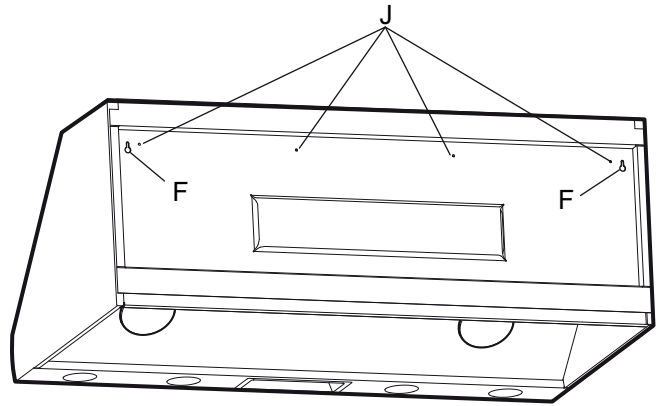

**Figure 14 : Enlevez les deux vis**
1. Enlevez la plaque de la boîte de connexion qui couvre les fils (*Figure 14* à la page 11).
1. Enlevez la plaque de la boîte de connexion qui couvre les fils (Figure 14 à la page 11).
2. Enlevez les entrées défonçables circulaires (Figure 14 à la page 11).